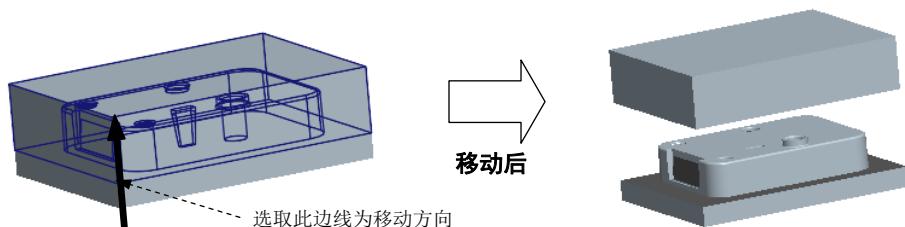

图 20.34 移动上模
- (1) 选择 **模具** 功能选项卡 **分析** 区域中的  命令，系统弹出“模具开模”菜单管理器。
- (2) 在系统弹出的 **▼ MOLD OPEN (模具开模)** 菜单中选择 **Define Step (定义步骤)** 命令，在系统弹出的 **▼ DEFINE STEP (定义步骤)** 菜单中选择 **Define Move (定义移动)** 命令。
- (3) 选取要移动的模具元件。在系统  为迁移号码1 选择构件。的提示下，选取上模，在“选择”对话框中单击 **确定** 按钮。
- (4) 在系统  通过选择边、轴或面选择分解方向。的提示下，选取图 20.34 所示的边线为移动方向，然后在系统 输入沿指定方向的位移 的提示下，输入要移动的距离值 80，并按回车键。
- (5) 在 **▼ DEFINE STEP (定义步骤)** 菜单中单击 **Done (完成)** 按钮。移出后的状态如图 20.34 所示。